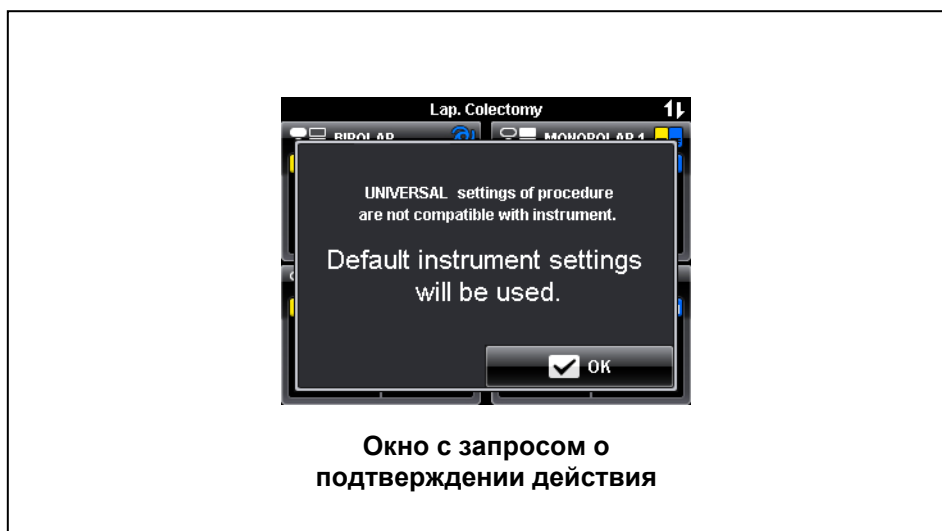

Рис. 5.6
- Если процедура выбирается в диалоговом окне «Select Procedure» и хотя бы одна из сохраненных настроек процедуры выходит за границы допустимого диапазона настроек ВЧ-инструмента Olympus, то появляется окно с запросом о подтверждении действия, как показано на рис. 5.6. Для продолжения работы нажмите кнопку «ОК». Будут приняты настройки по умолчанию, и отобразится окно обзора всех параметров.